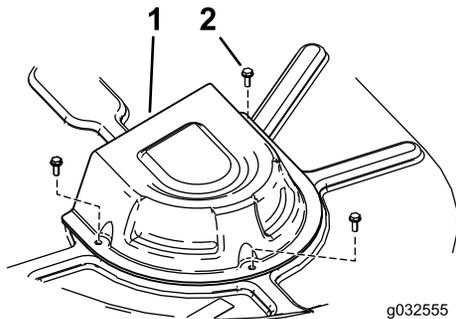

Figura 58
4. Retire las cubiertas de la polea (Figura 58).